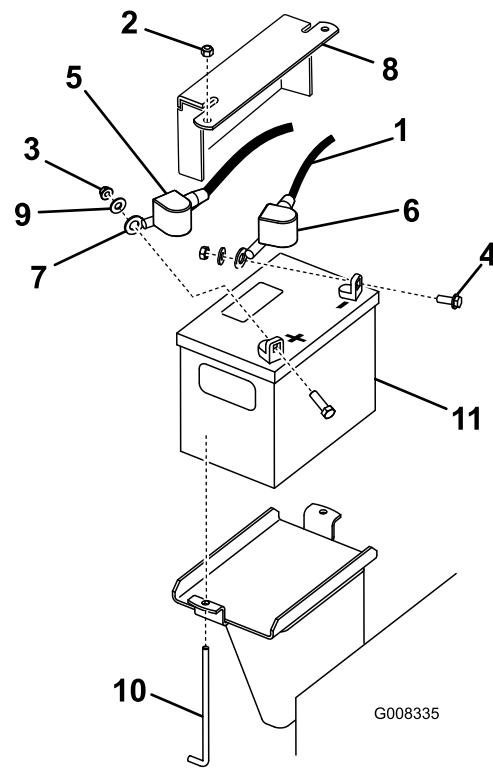

Figura 41
3. Levante la cubierta de goma negra del cable negativo. Desconecte el cable negativo del borne negativo (-) de la batería (Figura 41).
4. Retire la cubierta de goma roja del borne positivo (rojo) de la batería. Luego retire el cable positivo (rojo) de la batería (Figura 41).
5. Retire la pletina de sujeción, los pernos en J y las contratuerzas que sujetan la batería (Figura 41), y retire ésta.
1. Coloque la batería en la máquina (Figura 41).
3. Conecte primero el cable positivo (rojo) al borne positivo (+) de la batería con una tuerca, una arandela y un perno (Figura 41). Deslice la cubierta de goma sobre el borne.
4. Luego conecte el cable negativo y el cable de tierra al borne negativo (-) de la batería con una tuerca, una arandela y un perno (Figura 41). Deslice la cubierta de goma sobre el borne.